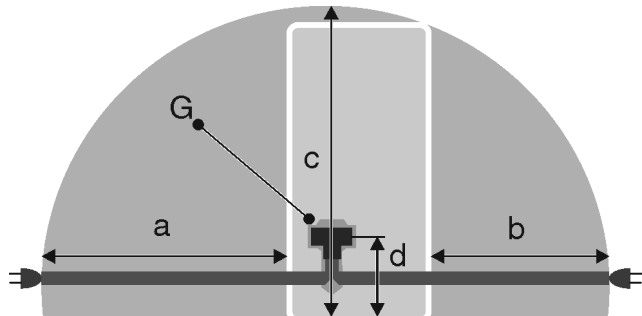

Fig. 35*
- Priza nu se află în spatele aparatului, ci în zonele a sau b Fig. 35 (a, b, c).
- ▶ Cuplați fișa aparatului Fig. 35 (G) pe partea posterioară a aparatului. Acordați atenție fixării corecte în poziție.